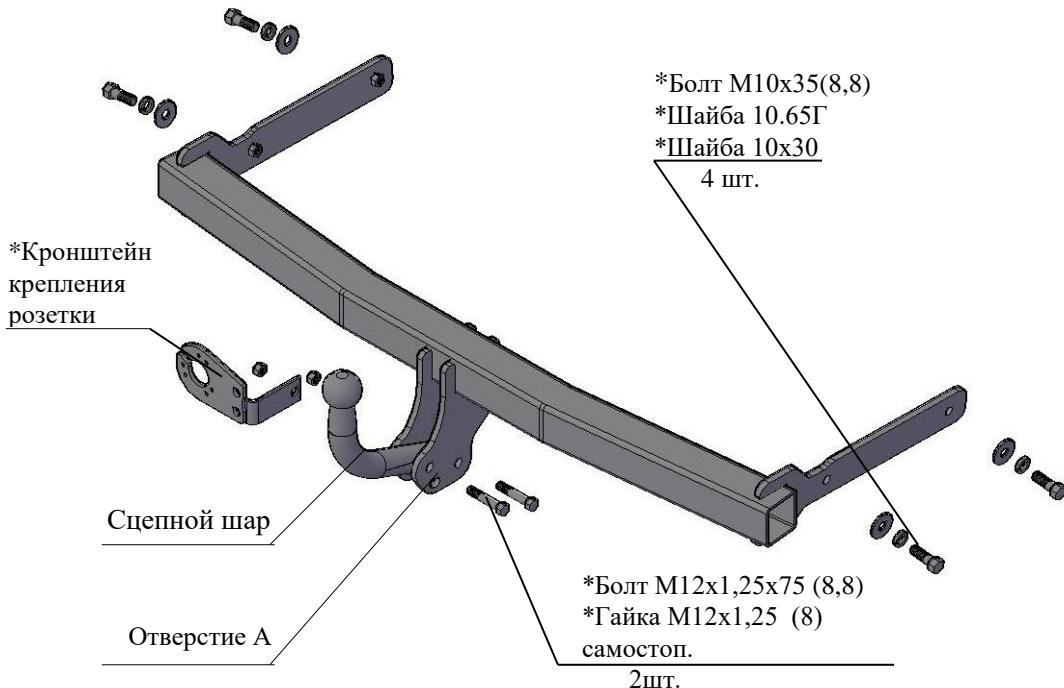

Рис.1 Тягово-сцепное устройство ТСУ 9712.
2.1 ТСУ 9712 в сборе (рис.1)	1 шт.
2.2 Пакет с комплектующими (см. рис.1) Задний колпак	1 шт.